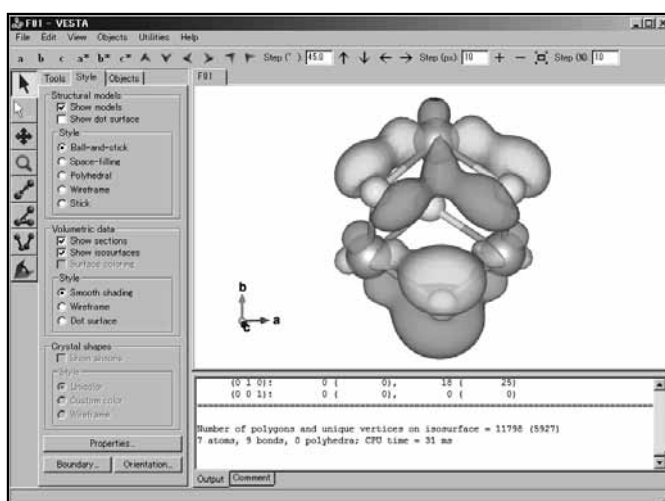
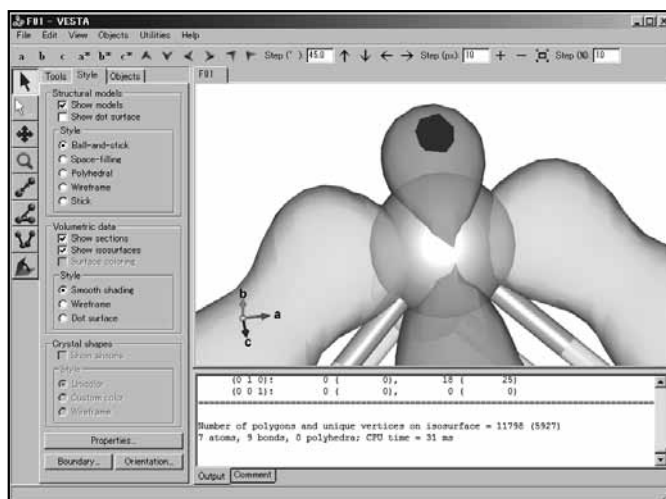

図 6.51  $\text{Ti}_3\text{S}_4^{4+}$  の HOMO(63) の等値表面図
図 6.52 濃い青色の平面
メニューバーの [Edit] をクリックし、[Edit Data] の [Volumetric Data...] を選択して Edit Data ダイアログボックスの Volumetric data ページを開きます。Isosurfaces の [Import...] ボタンをクリックし、w63-3d.scat を選択して [開く] ボタンをクリックします。すると Choose operations ダイアログボックスが開きますので、そのまま [OK] ボタンをクリックして下さい。最後に [Apply] ボタンと [OK] ボタンをクリックします (図 6.51)。
図 6.51 に示されているのは、 $\text{Ti}_3\text{S}_4^{4+}$  の HOMO (63) の等値表面 (曲面) 図です。等しい高さを線で結んだ図は等高線図ですが、等値表面図は等しい大きさの物理量 (この場合は波動関数の値) を面で描いた図です。地図の等高線図は、複数の「等しい高さ」で何本も線を描くのに対して、図 6.51 の等値表面図では「絶対値が等しい大きさ」でプラス側の等値表面 (黄色) とマイナス側の等値表面 (水色) を描いています (VESTA には、複数の「絶対値が等しい大きさ」で複数の面を重ねて描く機能もあります)。
図 6.51 をよく見てみると、水色の等値表面の先端が部分的に「濃い青色の平面」になっていることに気づきます (図 6.52)。これは、C04D で設定されている「波動関数の 3次元データを計算・保存する範囲」から、現在描いている波動関数 (HOMO (63)) の等値表面がはみ出している部分があり、その部分が描かれず、生じた断面が濃い青色で表現されているためです。